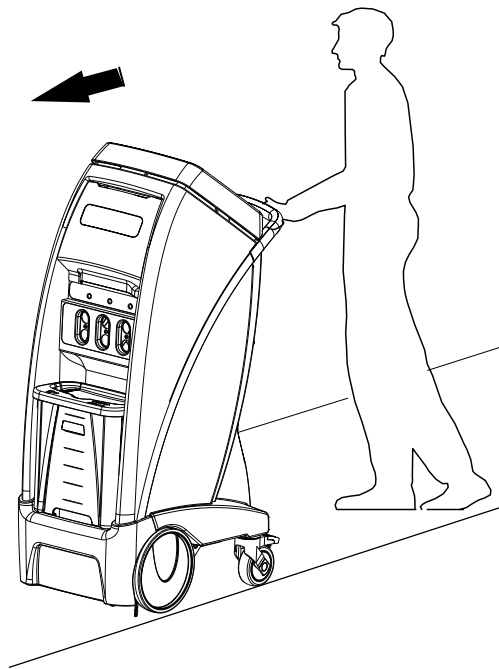

Рисунок 12-23: Положение для транспортировки
3. Обязательно ориентируйте продукт так, чтобы порты находились спереди (Рисунок 12-23 на странице 12-42).